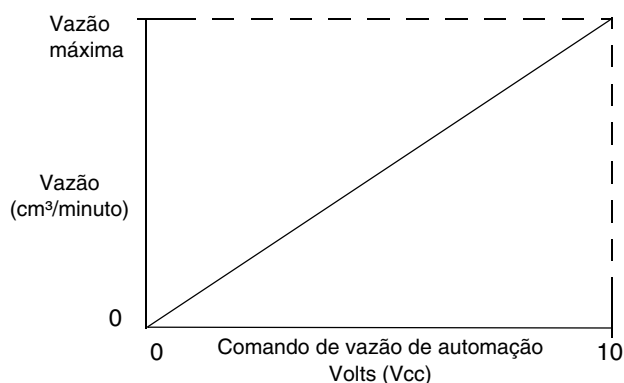

FIG. 18
3. calcula a proporção linear da tensão de entrada analógica de automação para a vazão pretendida. Consulte a FIG. 18.